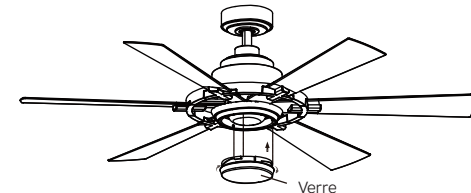

Fig. 23
**Étape 4.** Fixez le verre au boîtier de l'interrupteur en le tournant dans le sens des aiguilles d'une montre, tournez le verre progressivement jusqu'à ce qu'il s'enclenche sur le boîtier de l'interrupteur. Ne pas trop serrer. (Fig. 23)